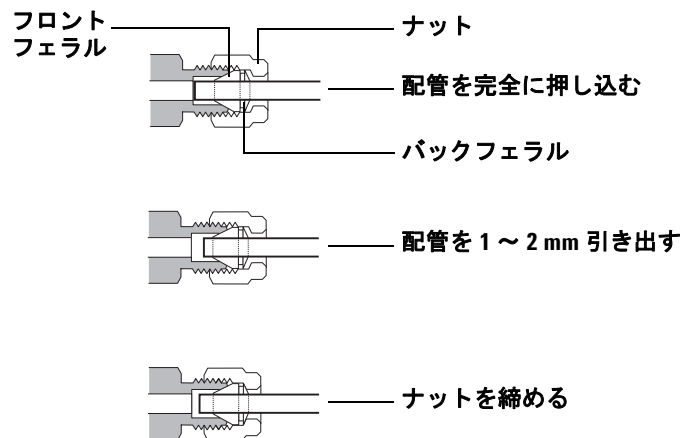

図 13 配管を挿入する
- 5 チューブを完全にプラグに押し込んでから、約 1 ~ 2 mm 引き出します (図 13)。